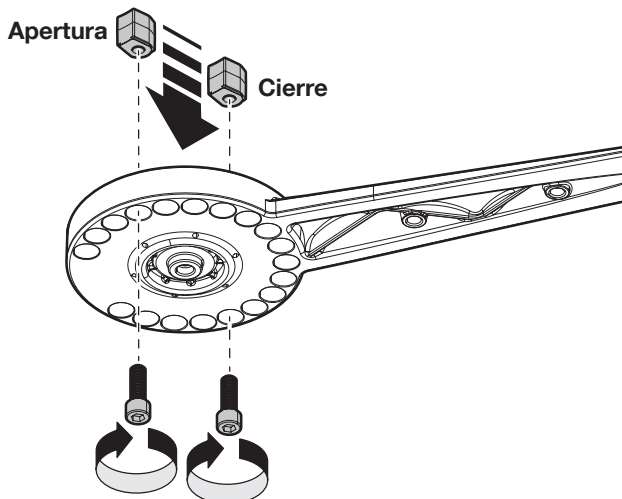

Fig. 15
04. Fijar los finales de carrera en el brazo del motor **fig. 15**; éstos también deben instalarse en presencia de topes mecánicos en el suelo.